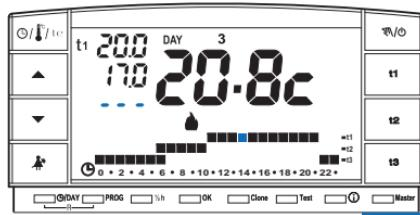

fig. 43
- En con figurant la fonction sur **OFF** (Désactivée) sur la ligne de la température t3 , deux tirets s'affichent (---) (fig. 43).